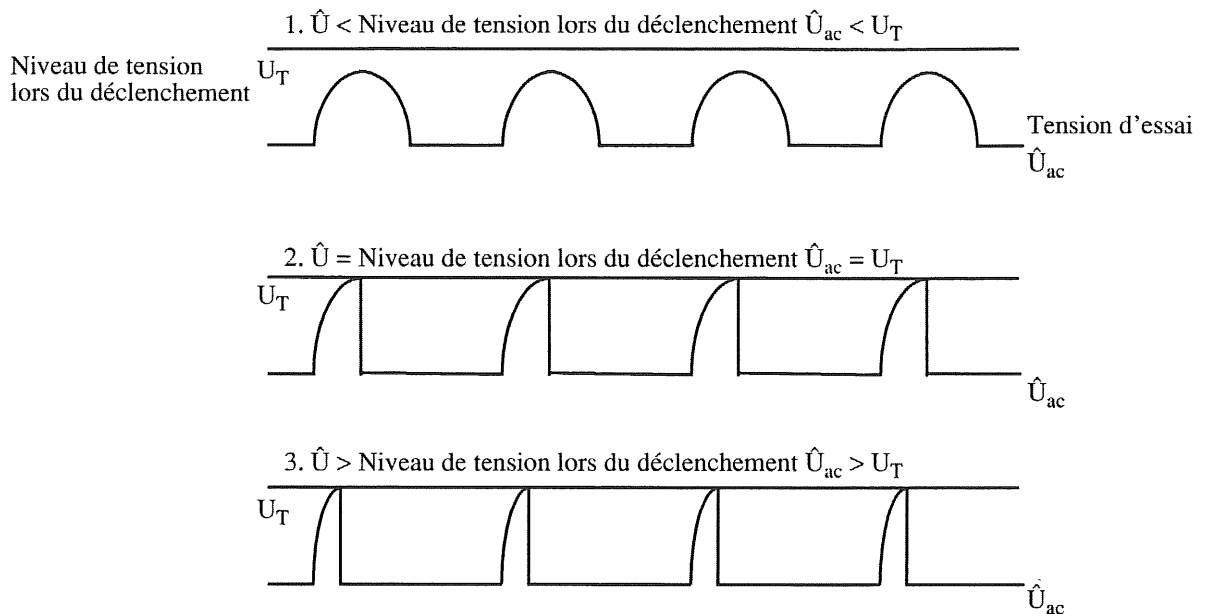

Figure 7-12
- Augmenter la tension et vérifier avec un oscilloscope le niveau de la tension de déclenchement de l'unité d'amorçage et des thyristors comme l'indique la figure 7-12, courbes 2 et 3.
- Abaisser la tension à un niveau inférieur au niveau de déclenchement de l'unité d'allumage, voir figure 7-12 courbe 1, et mesurer séparément sur chaque diode. Une diode court-circuitée donnera zéro (0) volt à l'oscilloscope.